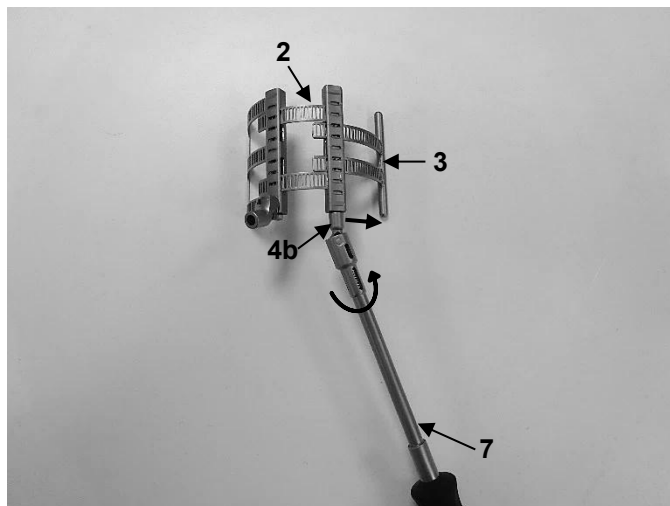

Fig. 20
1. Per prima cosa, rimuovere l'elemento secondario (3) dall'elemento primario (2) utilizzando l'apposito cacciavite (7). A tal fine, ruotare in senso orario il meccanismo di trasporto del modulo a scatola dell'elemento primario (4b) con l'apposito cacciavite (7) fino a quando non può essere rimosso (Fig. 20).